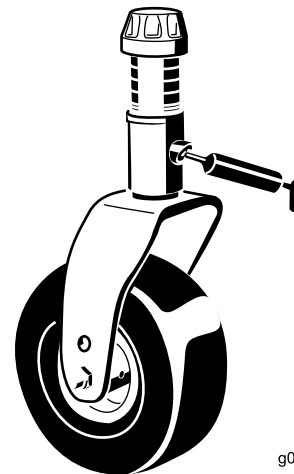

Figura 45
- 2 boccole dell'albero della forcella della ruota orientabile (Figura 45)